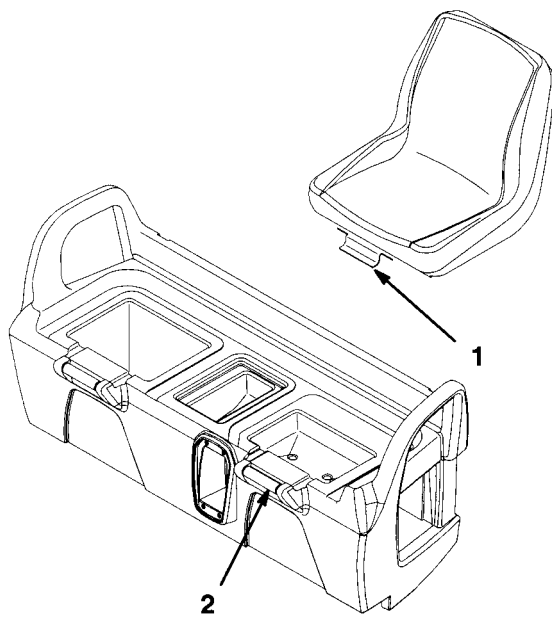

図 6
1. シートベースのスリットにシートブラケットを差し込んで座席を前に倒す（図 6）。